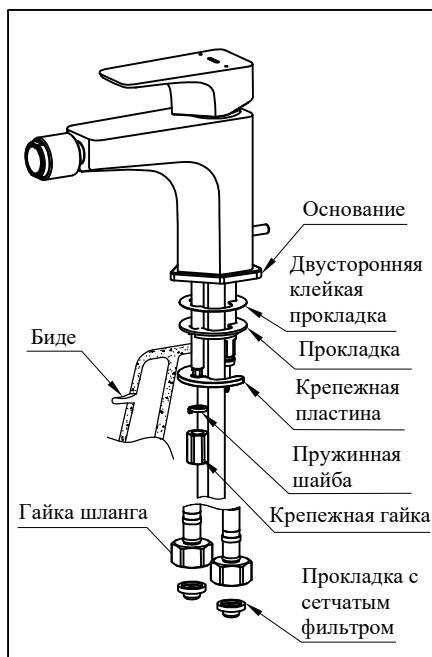

рис.1. Установка основного корпуса
- (1) В соответствии с рис. 1 снимите крепежную гайку, пружинную шайбу, крепежную пластину с нижней части корпуса.
- (2) Отрегулируйте корпус так, чтобы он был установлен своей передней частью вперед. Резиновая прокладка и двухсторонняя клейкая прокладка должны плотно прилегать к корпусу.
- (3) затем закрепите смеситель на Биде с помощью крепежной пластины, крепежной гайки и пружинной шайбы с нижней стороны.
- (4) Подсоедините гибкий шланг с красной линией к трубе подачи горячей воды, а гибкий шланг с синей линией к трубе подачи холодной воды.